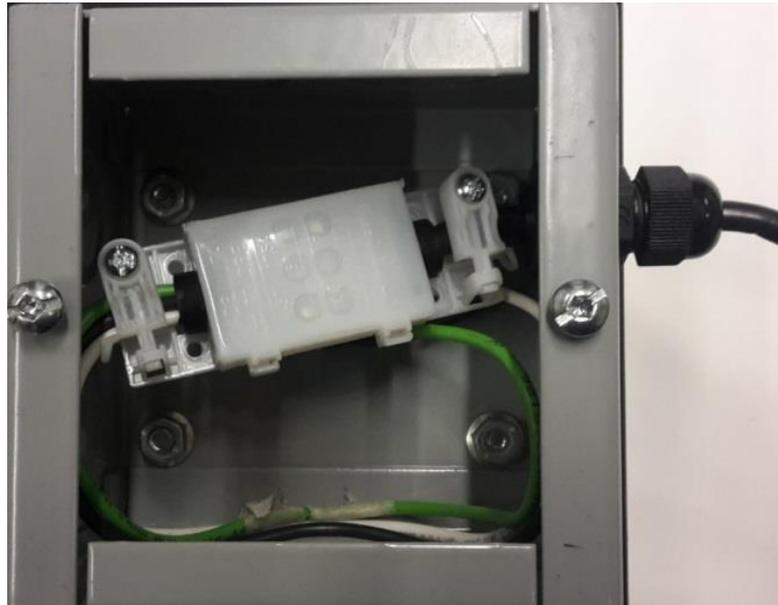

Fig. 44 Branchements électriques finis dans le projecteur 74-00013-01.
- F. Placer le bornier dans la boîte de dérivation (Figure 44) et fermer.
- E. Replacer le bornier dans la boîte de dérivation (Figure 44), et continuer avec le point E. du paragraphe 11.2.1.